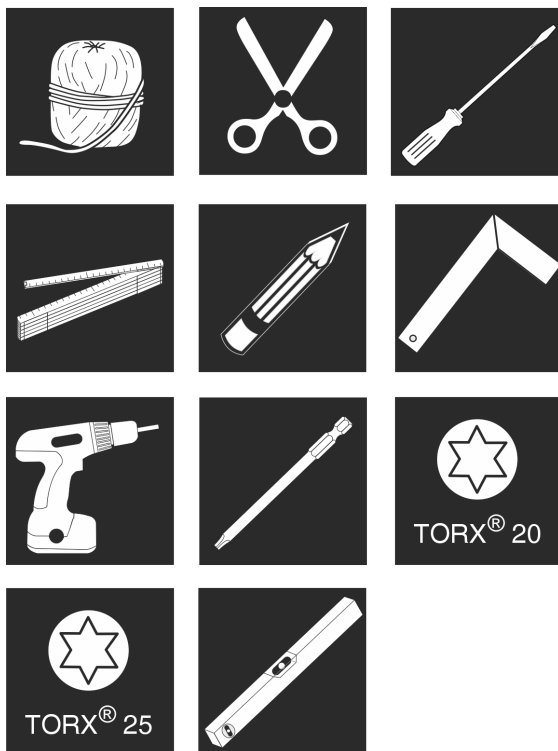

Fig. 10
1. Përgatitni veglat e punës. Fig. 10 ()